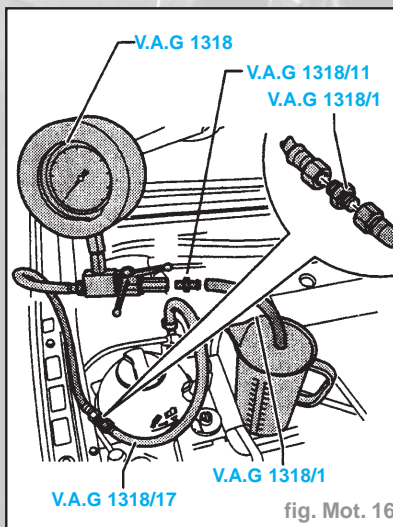

fig. Mot. 16
- Brancher le manomètre **VAG 1318** avec les adaptateurs **VAG 1318/23** et **VAG 1318/17** sur la conduite d'alimentation en carburant (fig Mot. 16).
- Fermer le robinet d'arrêt du manomètre (levier perpendiculaire au sens du débit (**position B**) (fig Mot. 16).